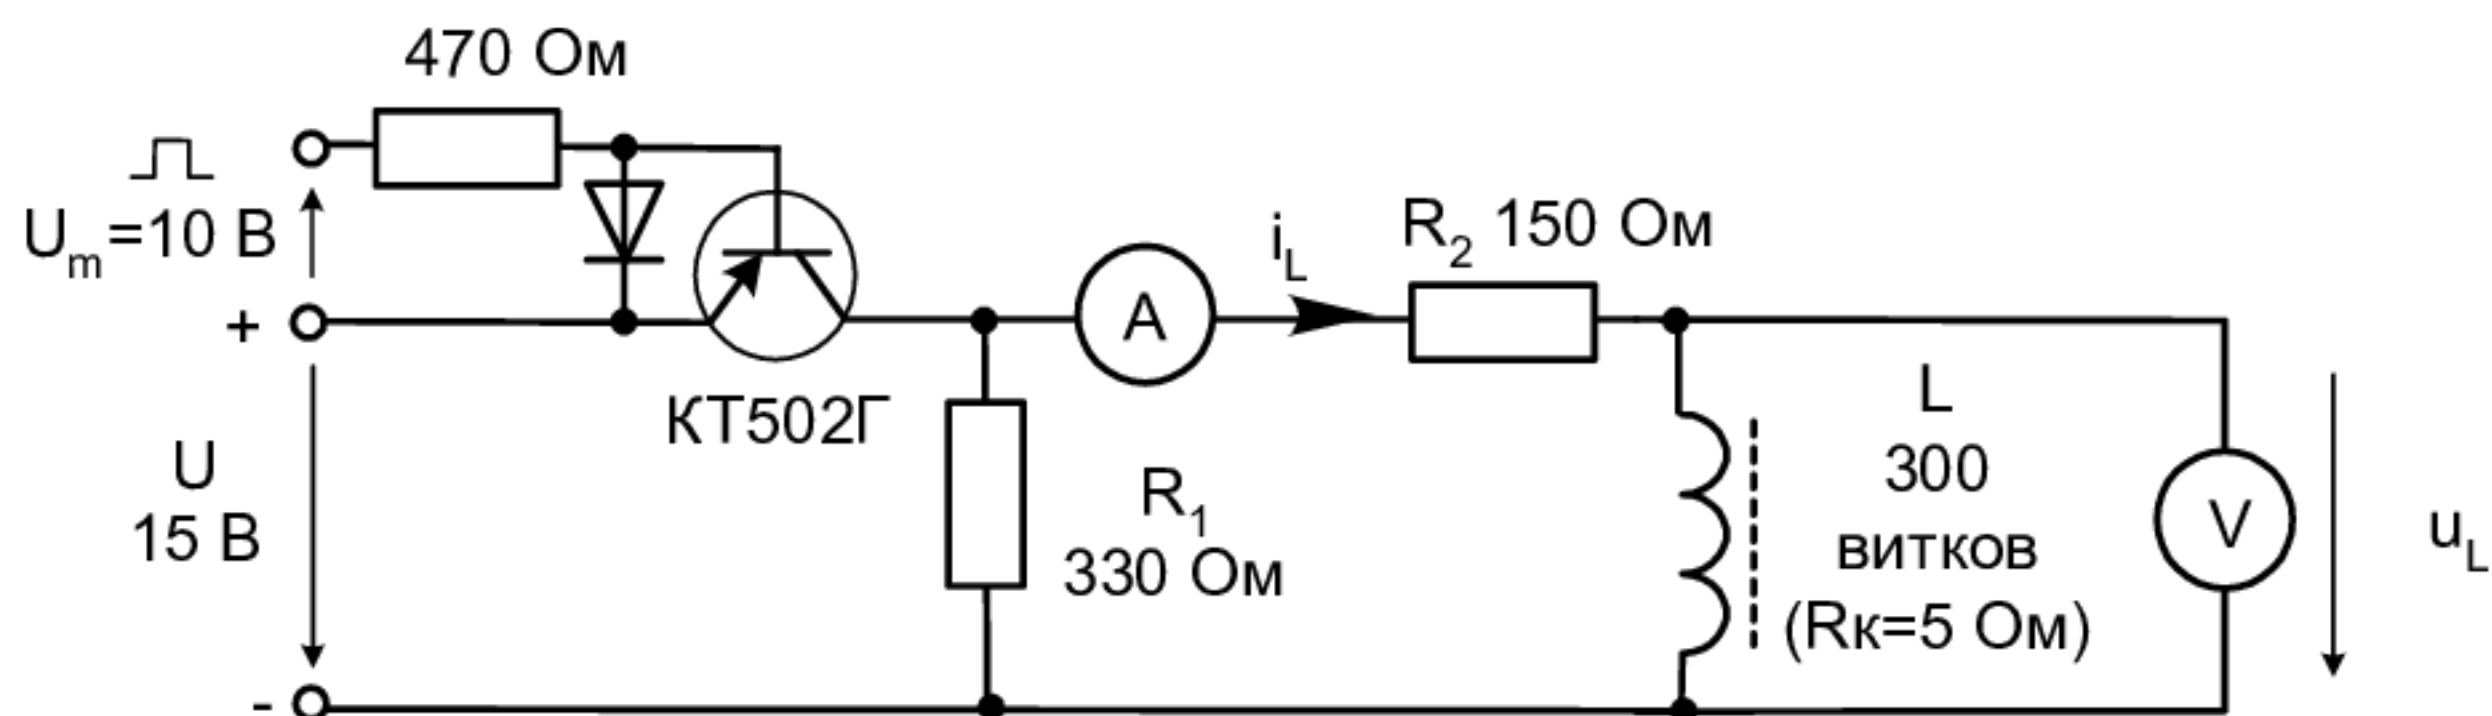

Рисунок 7.1 – Принципиальная схема лабораторной работы
2. Собрать цепь согласно схеме (рис.7.1), включив в неё вместо изображённых измерительных приборов соответствующие гнезда коннектора.